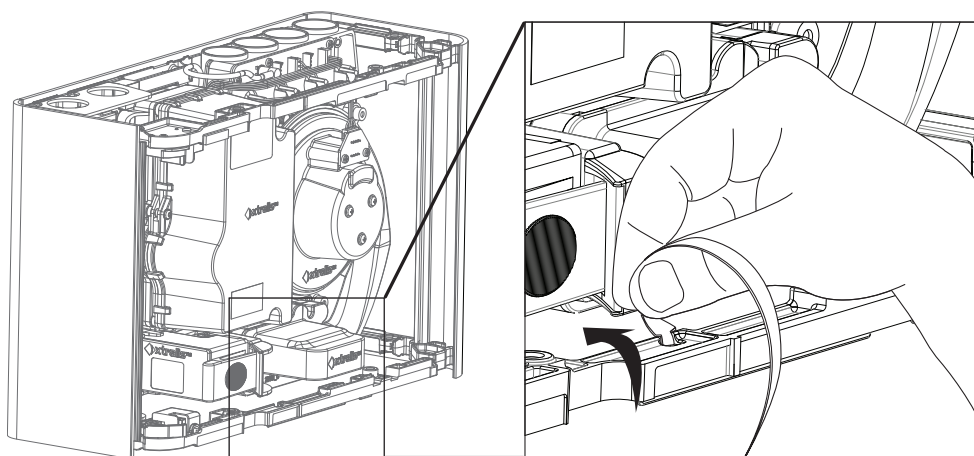
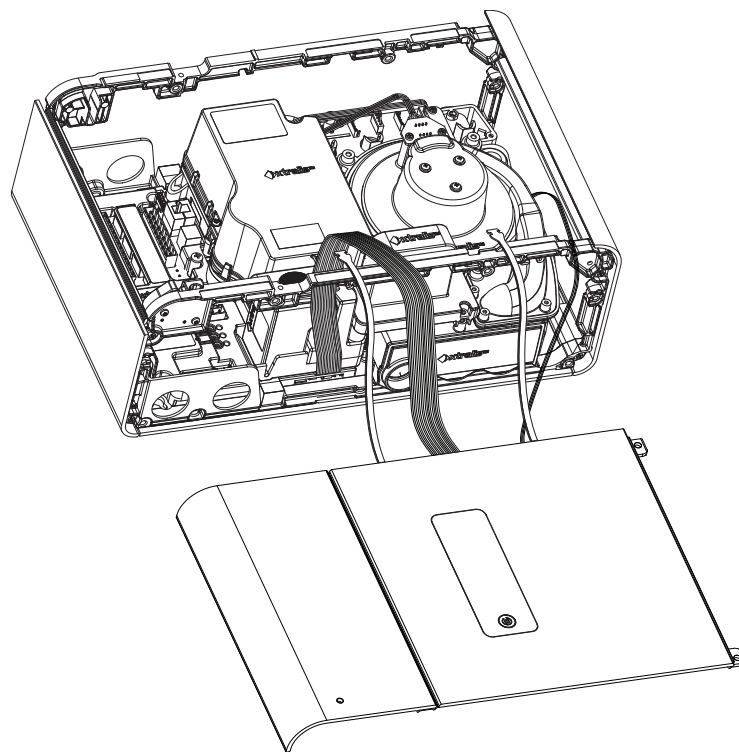

Рис. 4-7: Отсоединение ремешков
Рис. 4-8: Извещатель с отсоединенными ремешками
4. Отсоедините ремешки, Рис. 4-7 и Рис. 4-8. (Вы можете не отсоединять кабели, идущие от извещателя к передней панели).